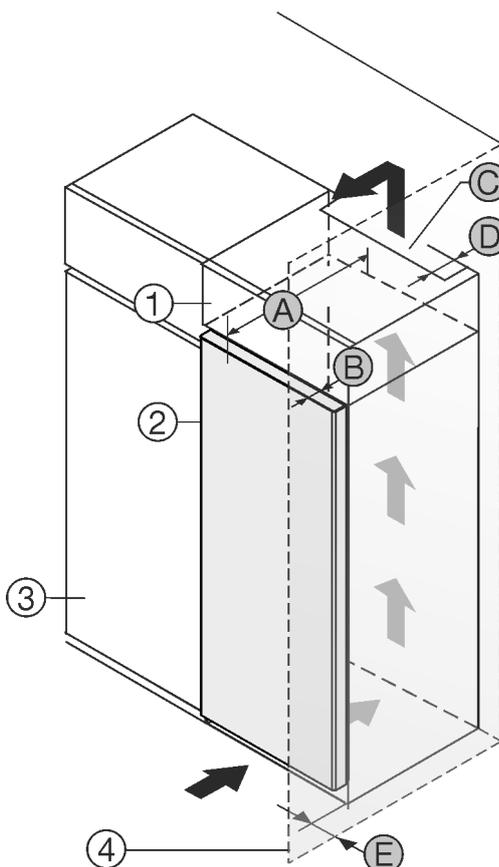

Fig. 1
Coloque el aparato directamente al lado del armario de cocina Fig. 1 (3)*
En la parte posterior del armario superior debe estar disponible un pozo de ventilación con la profundidad Fig. 1 (D) sobre la totalidad del ancho de armario superior.*
Debajo del techo debe respetarse la sección transversal de ventilación Fig. 1 (C)*.
Si el aparato se instala con las bisagras al lado de una pared Fig. 1 (4), la separación entre el aparato y la pared debe ser de por lo menos 13 mm.*
Si el aparato se instala con las bisagras al lado de una pared Fig. 1 (4), la separación entre el aparato y la pared debe ser de por lo menos 57 mm. Esto corresponde a la parte que sobresale de la manija con la puerta abierta.*